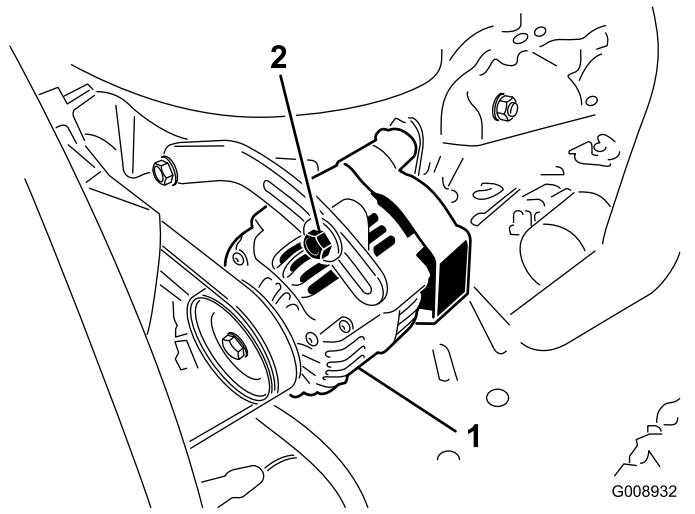

図 105
オアウタネータのベルト図 105 は100運転時間ごとに点検します。
3. たわみが 10 mm でない場合には、オルタネータ取り付けボルトをゆるめる図 105。